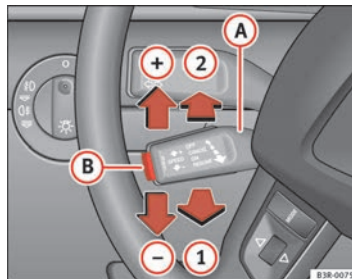

Abb. 140 Bedienelemente der Geschwindigkeitsregelanlage ▶
- Ziehen Sie den Hebel **(A)** in Position \Rightarrow Abb. 140 **(1)**, um die Anlage einzuschalten.
- Drücken Sie den Hebel **(A)** nach oben in Richtung \Rightarrow Abb. 140 **(+)**.
- Drücken Sie den Hebel **(A)** nach unten in Richtung \Rightarrow Abb. 140 **(-)**.
- Durch kurzes Drücken des Hebels **(A)** nach oben in Richtung \Rightarrow Abb. 140 **(+)** wird die gewünschte Geschwindigkeit um etwa 2 km/h erhöht.
- Durch kurzes Drücken des Hebels **(A)** nach unten in Richtung \Rightarrow Abb. 140 **(-)** wird die gewünschte Geschwindigkeit um etwa 2 km/h verringert.
Falls beim vorübergehenden Ausschalten keine gewünschte Geschwindigkeit gespeichert war, können Sie eine neue gewünschte Geschwindigkeit wie folgt speichern: Fahren Sie mit der gewünschten Geschwindigkeit und drücken Sie dann kurz die Drucktaste ⇒ Seite 179, Abb. 140 **(B)** (SET).
- Drücken Sie den Hebel **(A)** ⇒ Seite 179, Abb. 140 in Position **(2)** (gerastet).